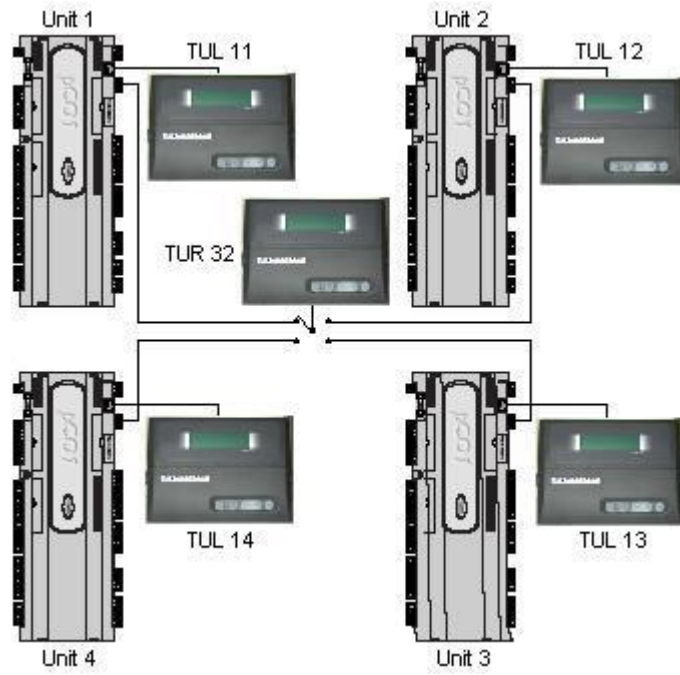

Рис. 17
На рис. 17 представлена сеть, включающая 4 устройства (каждое со своим локальным терминалом пользователя) и общий удаленный терминал пользователя (32), отображающий в данный момент информацию для устройства 1.